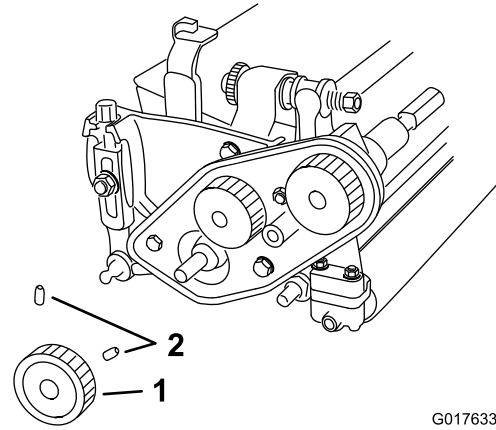

图7
3. 旋松固定下皮带轮的 2 个固定螺丝将皮带轮从滚刀轴上拆下 图7。